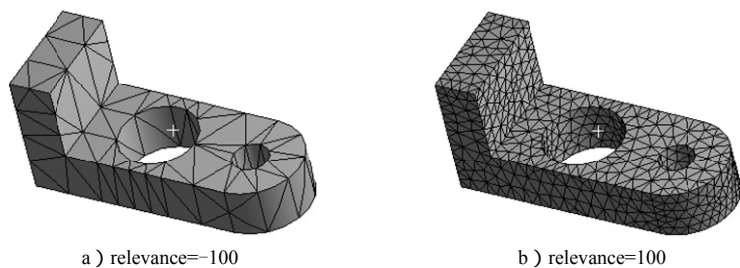

图 4.2.5 控制网格划分总体质量
- ◆ **Relevance** 文本框：调节文本框中的滑块，用于控制网格划分总体质量。越往负值方向网格越粗糙，质量越差；越往正值方向网格越细致，质量越高，如图 4.2.5 所示。